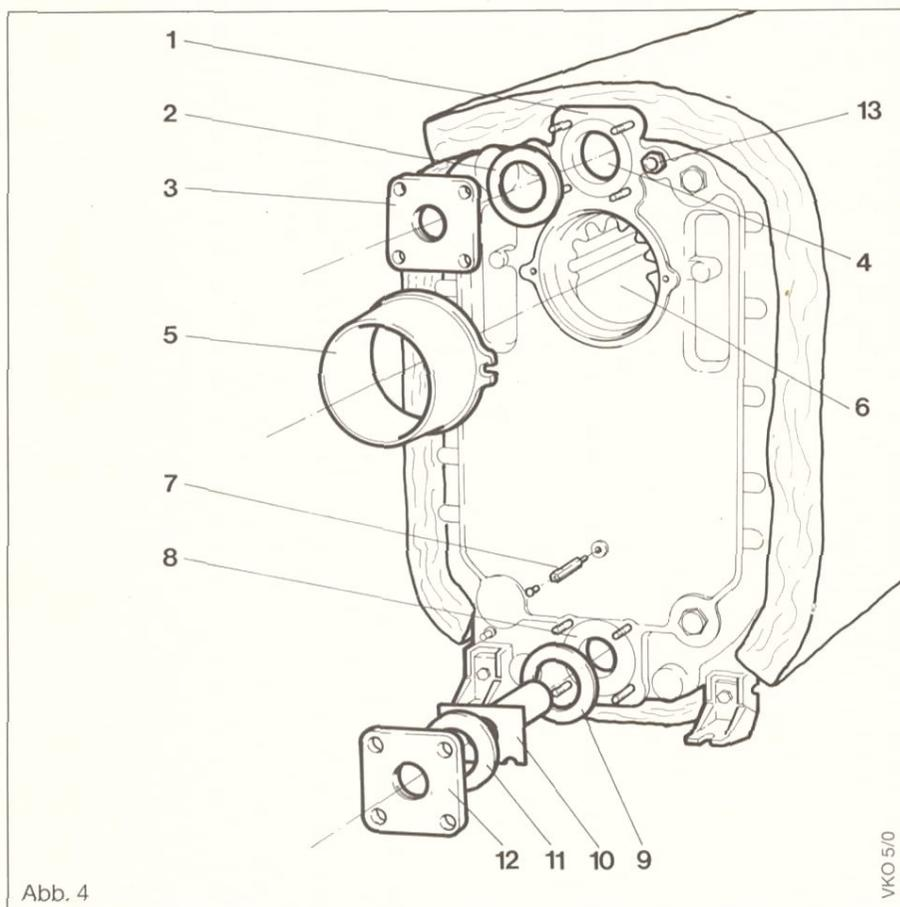

Abb. 4
Wasserverteilerrohr (10) mit Dichtung (9) wie in Abb. 4 gezeigt in den Rücklaufanschluß (8) einschieben.
Rückwandblech (9) an den Seitenwandblechen (2 und 10) einhängen und der Distanzschraube (7 – Abb. 4) mit einer Schraube befestigen.
Tauchfühler von Kesseltemperaturregler, Sicherheitstemperaturbegrenzer und Kesselthermometer zur Tauchhülse (13 – Abb. 4) führen und mit Wellfeder bis zum Tauchhülsegrund einschieben und mit Sicherungsklammer sichern.